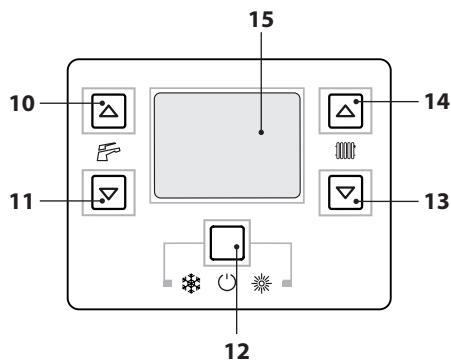
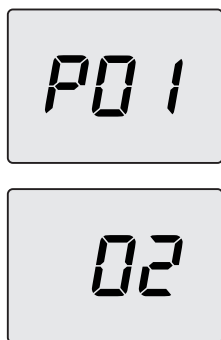

Figura 9.17
Figura 9.18
- Entre en la "modalidad de programación" pulsando simultáneamente durante 10 segundos los botones 12-13-14 (Figura 9.17) hasta que aparezcan en el display LCD las letras **P01** que se alternan con el valor del parámetro, indicando que se ha entrado en el "parámetro 01" (Figura 9.18).
- Pulsando simultáneamente durante 10 segundos los botones 12-13-14 (Figura 9.17) se sale de la "modalidad de programación".
- Pulsando el botón 12 (Figura 9.17) se confirma el valor introducido.